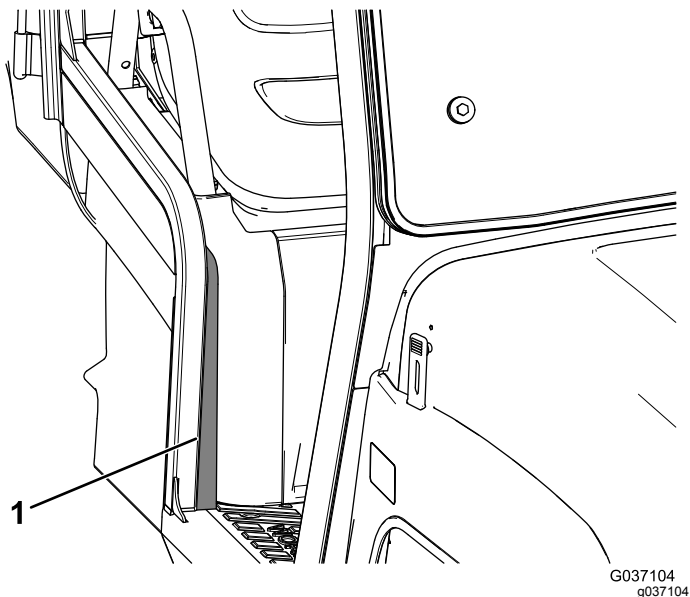

Figura 16
12. Rimuovete il supporto dalla tenuta in schiuma sintetica e attaccate la tenuta al lato sinistro della macchina (Figura 16).